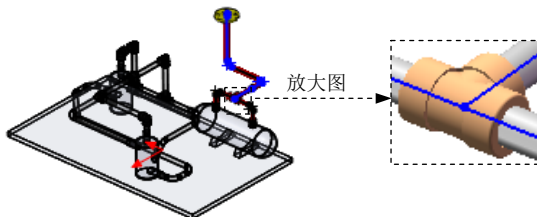

图 11.9.29 添加三通管
Step2. 添加三通管配置。将三通管拖放到创建的分割点处, 系统弹出“选择配置”对话框, 选择 **CLASS 2000 THREADED TEE, .50 IN** 配置, 单击 **确定(O)** 按钮, 添加结果如图 11.9.29 所示。